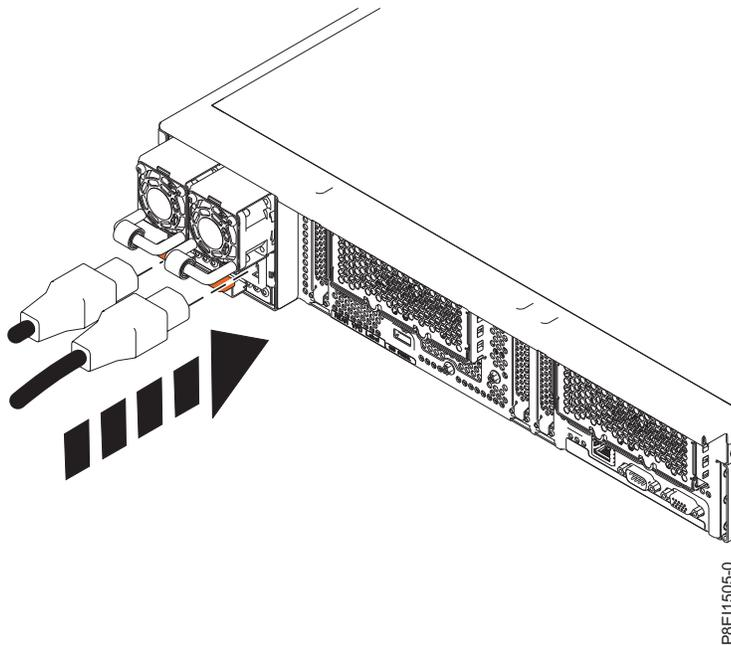

Figura 54. Conectando o cabo de energia à fonte de alimentação
- a. Conecte o cabo de energia à fonte de alimentação. Consulte Figura 54 na página 56.